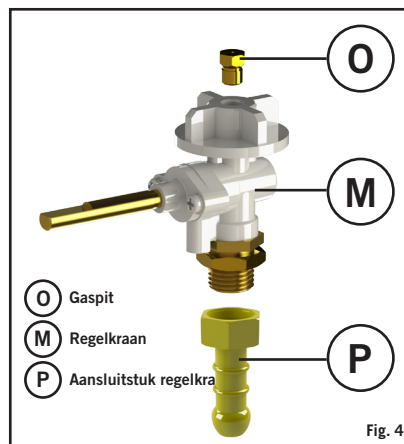

Fig. 4
- Schroef een gasslang, met op beide uiteinden de juiste fittingen met schroefdraad, op de linkse 1/4" BSP schroefdraad van de regelkraan (O) (Fig.4). Sluit een geschikte 50 mbar lagedruk gasregelaar aan op het andere uiteinde van de gasslang. De gasslang die wordt gebruikt moet voldoen aan de norm DIN 4815 deel 2 of gelijkwaardig.